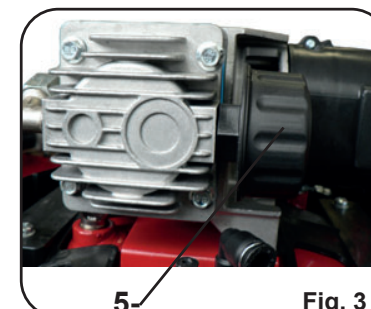

Fig. 3
- le filtre à air d'aspiration est bouché (Rep. 5, Fig. 3).